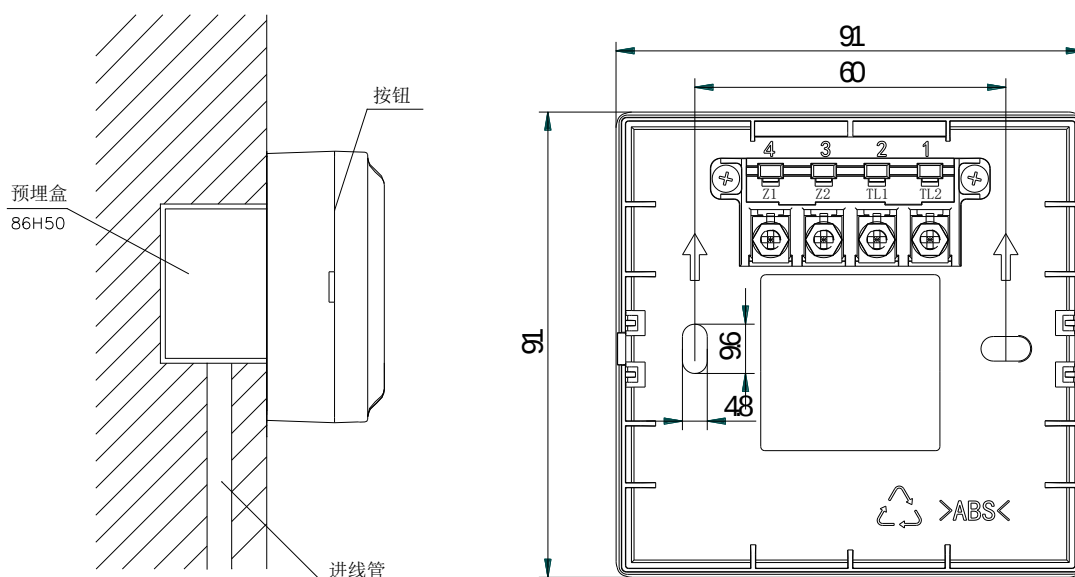

图 2 安装方式及安装尺寸
2. 安装时只需拔下报警按钮主体，从底壳的进线孔中穿入电缆并接在相应端子上，再插好报警按钮即可安装好报警按钮，安装孔距为 60mm。报警按钮采用预埋盒安装方式，安装示意图如图 2 所示。